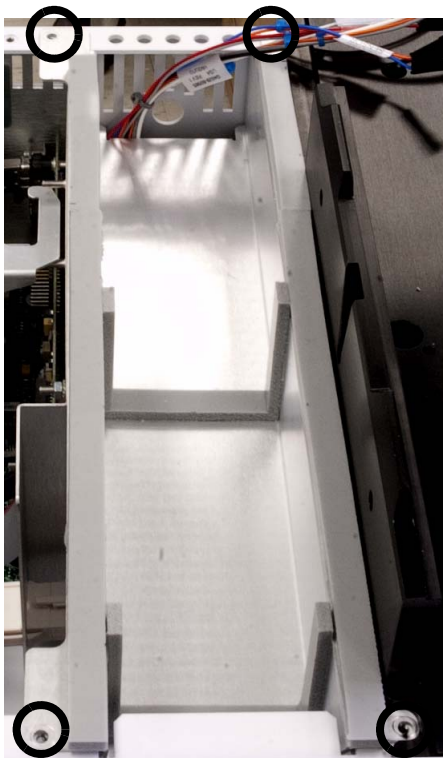

図 73 ペルチェ電源コントロールボードブラケットにネジを取り付ける
- b 4つの T-20 トルクスネジを取り付け、上側のペルチェ電源コントロールボードブラケットをメインフレームシャーシに固定します (図 73)。